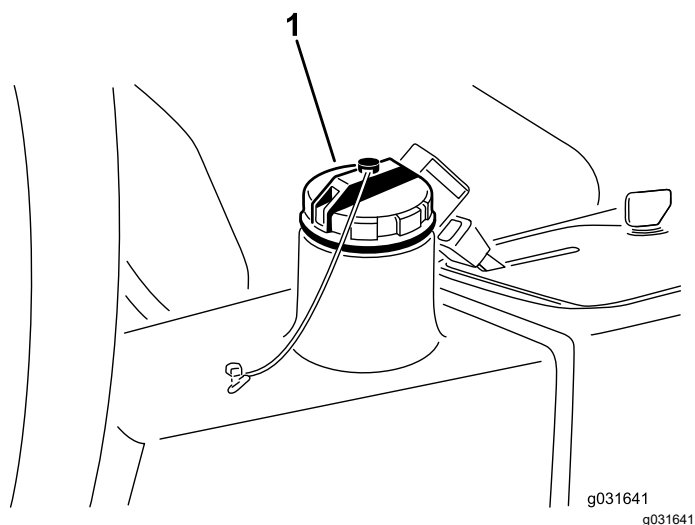

Figura 66
4. Llene el depósito (Figura 66) con aproximadamente 13,2 litros de fluido hidráulico; consulte Especificación del fluido hidráulico (página 59) y Comprobación del nivel de fluido hidráulico (página 59).